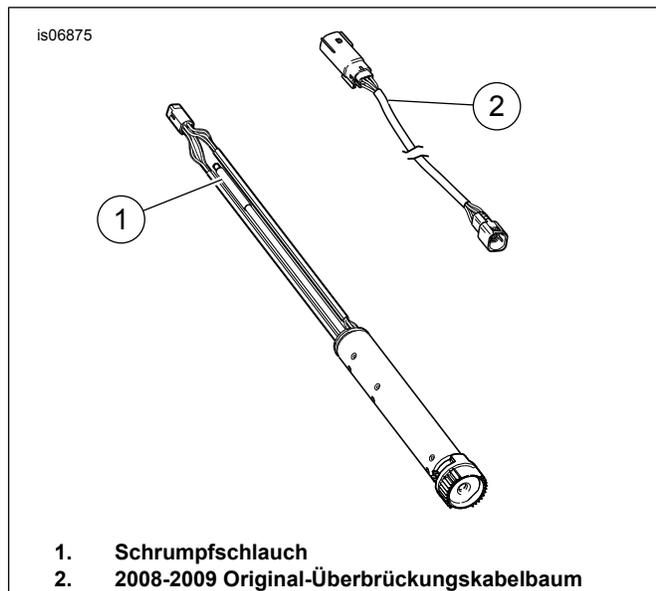

Abbildung 3. 2008 und 2009 TGS und Kabelbaum
3. Siehe Abbildung 3. Den TGS-Überbrückungskabelbaum von TGS und Hauptkabelbaum abklemmen. Den Original-Überbrückungskabelbaum (2) entsorgen.